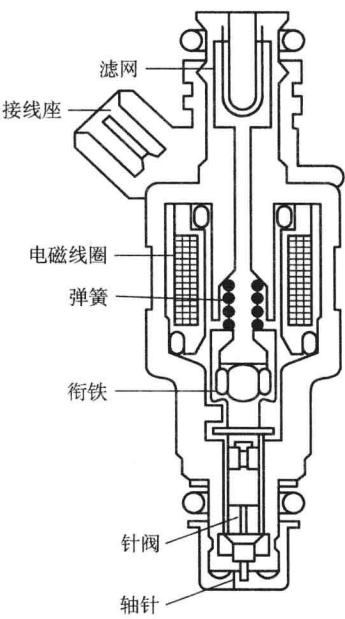

图 1-4 喷油器结构
(2) 是否有喷油器工作声 起动或工作时均可以用听力棒靠近喷油器(图1-4)听其是否工作。如能听到工作声,说明喷油,则不能起动的故障在点火系统。
(3) 是否有火花塞工作声 在检测点火系统是否正常时,起动或工作中均可以用听力棒靠近火花塞,听其是否工作,如能听到工作声说明有火,点火系统基本正常,则不能起动的故障在燃油系统。